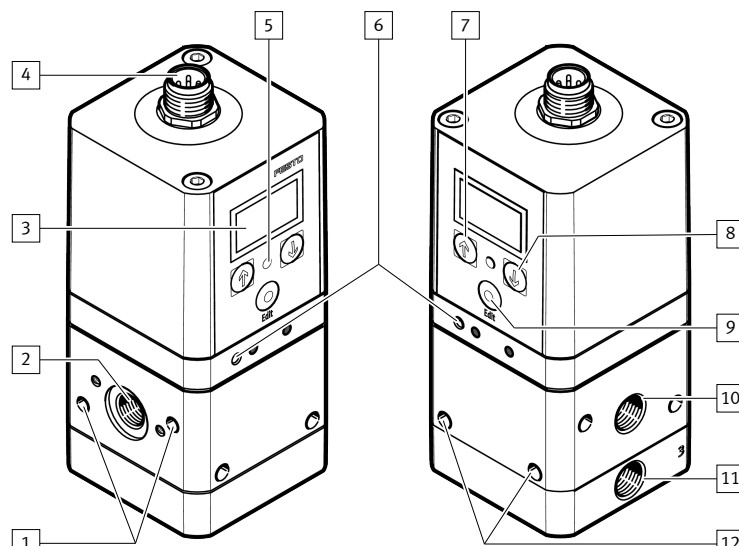
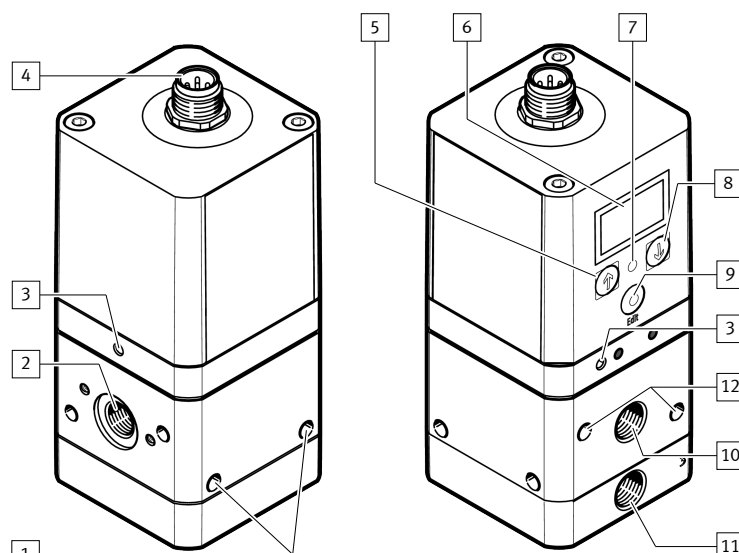

Рис. 2: Конструкция изделия VPPE...-E1
Рис. 3: Конструкция изделия VPPE...-E1T
2. Вставьте два винта (M4) в отверстия для крепления сбоку → Рис. 2, [1] или для крепления с лицевой стороны → Рис. 2, [12], макс. момент затяжки: 2 Н·м.
2. Подсоедините шланги к следующим каналам (→ Рис. 2):
3. Установите на пневматический канал выхлопа (3) (позиция [11]) глушитель и обеспечьте направленный отвод выхлопа.
- Используйте клемму заземления (→ Рис. 2, → Рис. 3).